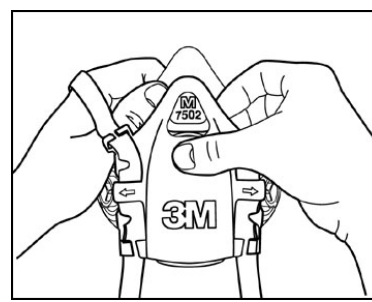

图 19
3. 更换 3M™ 7583 呼气阀时，插入固定塞，并从相反方面外拉，直到两边都卡住到位（参见图 19、图 20）。